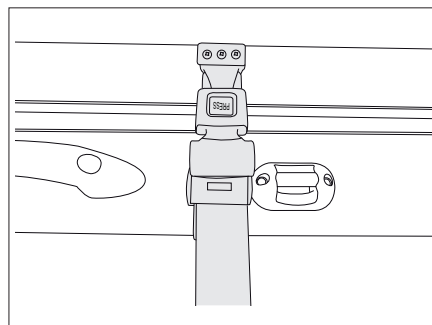

Fig. 172 Cinturón de seguridad
- Soltar el cinturón de retención (Fig. 172).
- Colocar el cinturón de retención (Fig. 172).